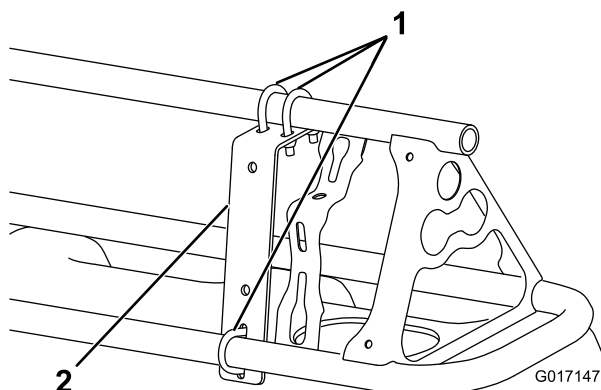
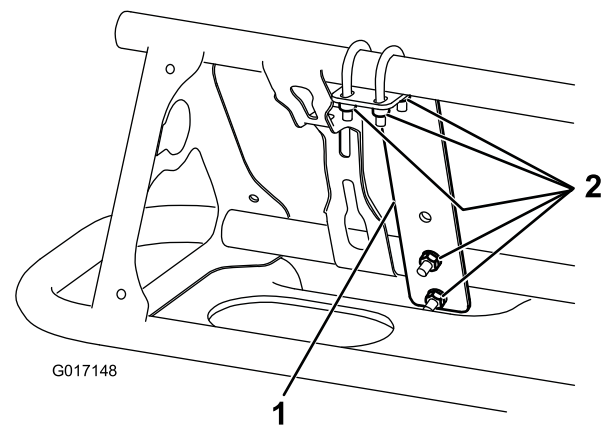

図 8
図 9
1. 各ブームの一番外側のノズルの近くに、取り付けブラケットをブームの前側に取り付けるUボルト3本、ロックナット6本1/4 インチ図8と図9。